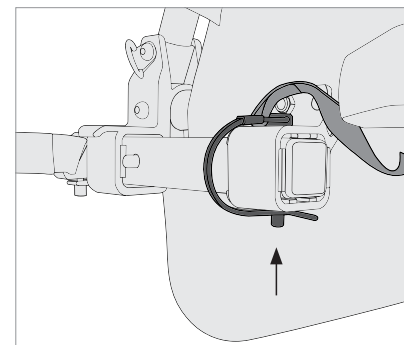

Figura 11
3. Asegúrese de que el pasador haya quedado correctamente cerrado como se muestra (Figura 11 + 12).